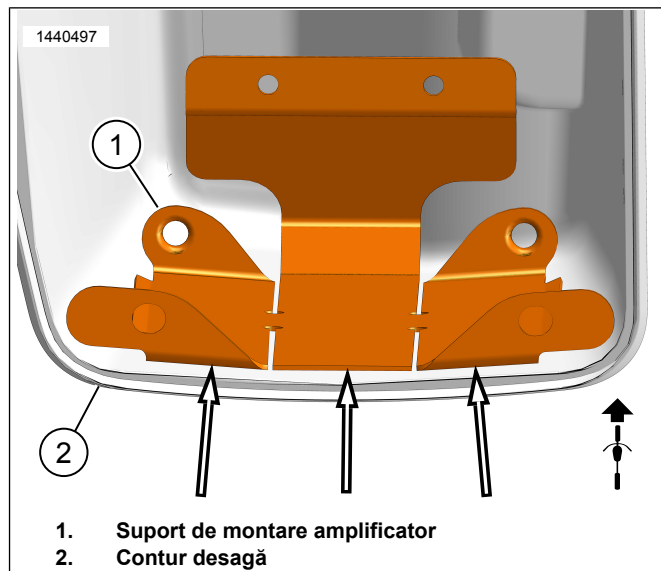

Figura 12. Contur desagă
- b. Figura 12 Utilizați fantele din suportul de montare (1) pentru a îndoi și a urmări conturul de la desagă (2) fără balans. Acest lucru va asigura un contact mai bun și aderență cu banda. Nu decojiți banda în acest moment.